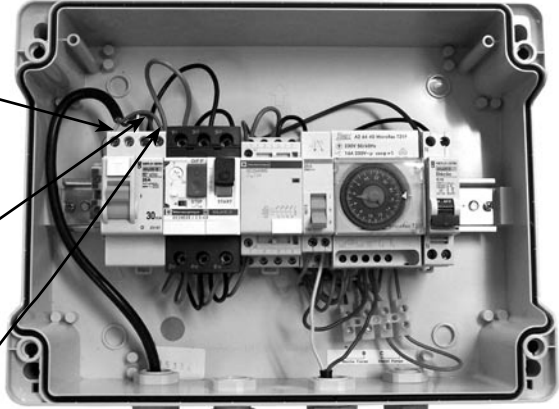

FIG. 1
- 1° Schraube (1) des Druckwächters (ANHANG 2 – Abb.1) bis auf Bündigkeit mit schwarzem Teil festziehen (es ist nicht erforderlich, bis ganz nach unten anzuziehen).
- 3° Langsam Schraube (1) (ANHANG 2 – Abb. 1) des Druckwächters lösen bis LED der elektronischen Tafel aufleuchtet (1) (ANHANG 1 - Abb. 4). Die LED-Anzeige kann durch den Klarsichtdeckel im unteren rechten Teil gelesen werden. Nach 10" stoppt die Pumpe.